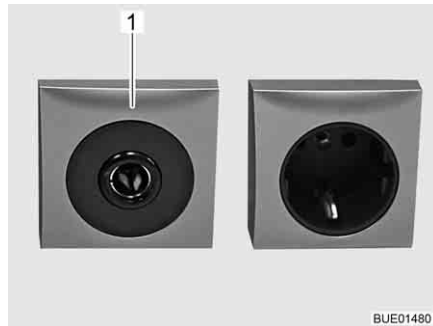

Fig. 129 Prise de courant 12 V/10 A
- ▷ Ne brancher aux prises de courant (Fig. 129,1) du réseau de bord 12 V que des appareils de maximum 10 A.